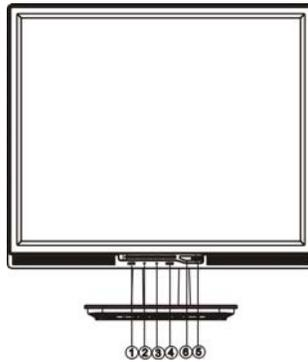

Figura 4 Botão de Controle Externo
4. Depois que concluir a rotação, ajuste a altura da tela para adequar sua própria posição conforme a figura 4.
Pressione o botão liga/desliga para ligar ou desligar o monitor. Os outros botões de controle estão localizados no painel frontal do monitor (Veja Figura 4). Mudando estas programações, o quadro pode ser ajustado às suas preferências pessoais.